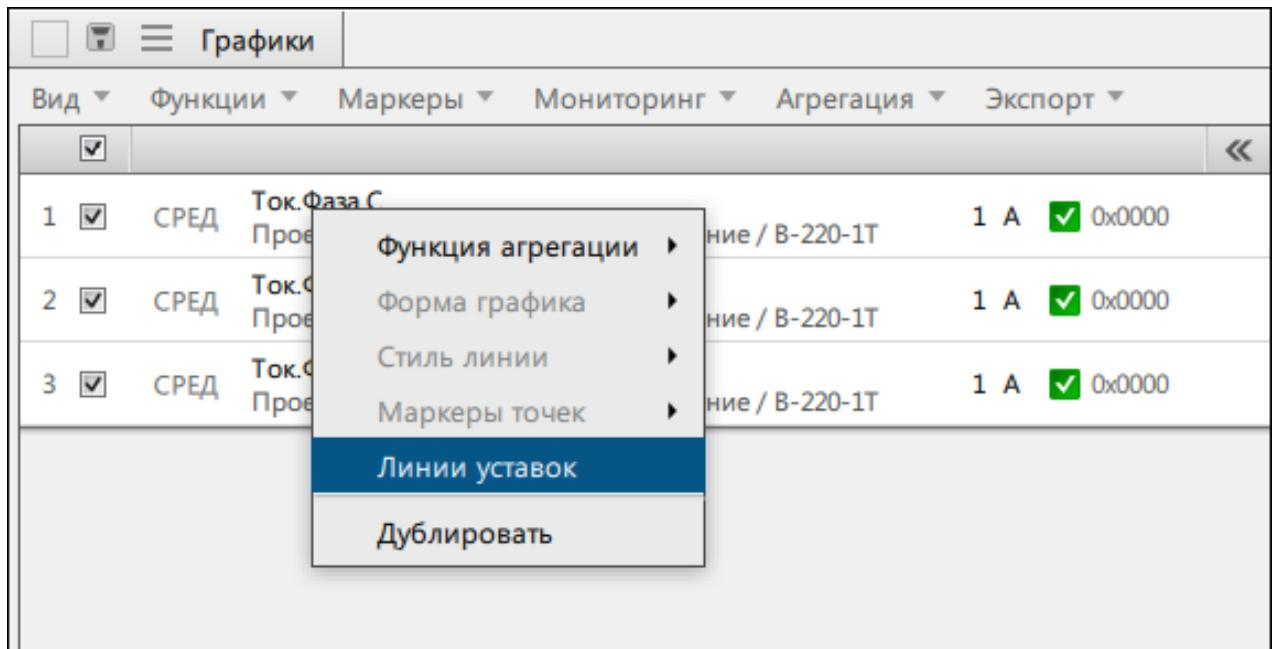

Рисунок 68 - Контекстное меню сигнала
- Нажмите ПКМ по выбранному сигналу из списка сигналов (Рисунок 68).